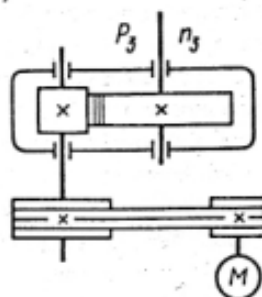

Рисунок 10 Исходная схема цилиндрической прямозубой передачи
1. Ознакомится с заданием рисунок 10.